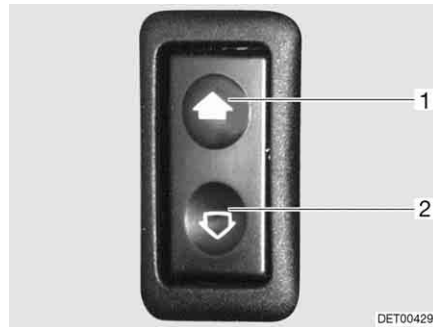

Bild 34 Reglage för elmanövrerad fönsterhiss
- Öppna:** ■ Tryck på det nedre reglaget (Bild 34,2).
- Stänga:** ■ Tryck på det övre reglaget (Bild 34,1).